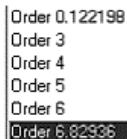

图 13-112 选择 order
- (1) 回到 Data Query 面板。
- (2) 在 Order List 下单击 Add 按钮。
- (3) 在 Waterfall Plot 中左击一个 order 并设置它的位置，如图 13-112 所示。
- (4) 从 Order 列表中选择 Order 1 并重复以上的步骤。